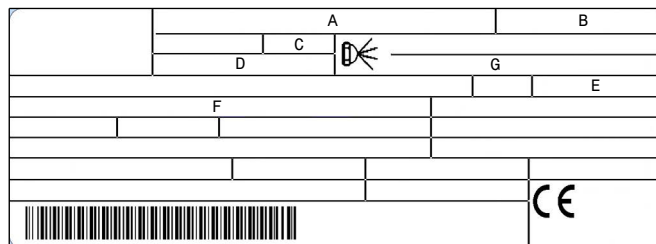

Fig. 5
- modellen (A)(Fig. 5) og brændertypen (B);
- fabrikationsår krydret (C);
- registreringsnummer (D);
- strømforsyningsdata og beskyttelsesgrad (E);
- den absorberede elektriske effekt (F);
- de anvendte brændselstyper og de relative forsyningsstryk (G);
- minimum og maksimal brændereffektdata (H) (se Arbejdsfelt).